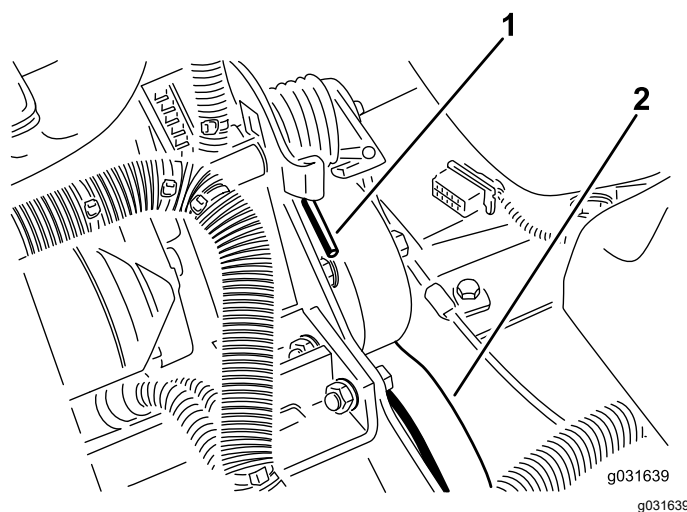

Figura 61
2. Empuje hacia adelante y hacia abajo sobre el extremo del muelle para desengancharlo del soporte y liberar la tensión (Figura 61).